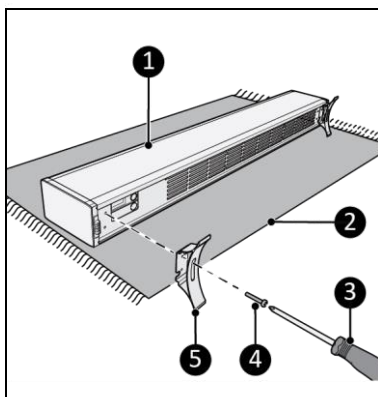

Figure 6
1. Posez l'appareil sur une surface douce et stable (figure 6, pos. 2).
2. Placez les pieds (figure 6, pos. 8) des deux côtés du corps principal (figure 6, pos. 1).
3. Vissez et serrez les pieds avec une petite vis (figure 6, pos. 4) à l'aide d'un tournevis Phillips (figure 6, pos. 3).